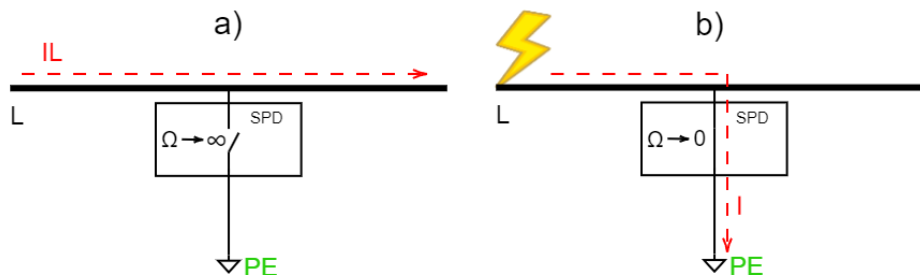

Fig. 75. Principio de funcionamiento de un SPD. Fuente FINDE.
1. El SPD trabaja con normalidad a su tensión nominal del sistema, la impedancia del SPD tiende a infinito (muy grande), por lo que pasa una corriente de fuga muy pequeña [μA], ilustrado en la **Fig. 75**.